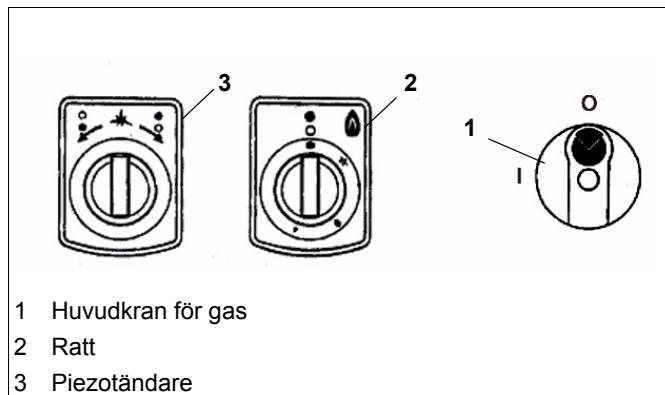

Fig.9 Kontrollpanel
- ⇒ Öppna vattenkranen (4/Fig.9) tills tråget är fullt.
- ⇒ Tryck in ratten (2/Fig.9) helt.
- ⇒ Tryck in ratten (2/Fig.9) helt och håll den så.
- ⇒ Tänd samtidigt gasen som kommer ut ur tändlågans brännare med piezotändaren. Brännaren tänds genom att vrida ratten (3) med- eller moturs.
- ⇒ Tryck in ratten (2/Fig.9) lite och vrid den moturs från tändning av tändlåga (★) till högsta inställning (▲). Den högsta inställningen (▲) är lika med maximal brännergieffekt..
- ⇒ Tryck in ratten (2/Fig.9) helt och vrid den moturs från den högsta inställningen (▲) till den lägsta inställningen (●). Lågan blir därvid mindre och mindre. Huvudbrännaren har minsta effekt med låg inställning (●).
- ⇒ För att gå tillbaka från låg inställning (●) till hög inställning (▲), tryck in ratten (VB, HB / Fig.9) helt och vrid den medurs.
Ratten (2/ Fig.9) har fyra huvudinställningar:
- ⇒ Vrid ratten (2/Fig.9) till den högsta inställningen (▲).
- ⇒ Ställ in en koktemperatur med reglaget (2/Fig.9), som är lämplig för den kvantitet och kvalitet av mat som skall kokas.
- ⇒ Vrid tillbaka ratten (2/Fig.9) medurs från den höga inställningen (▲) till tändning av tändlåga (★). Gasförsörjningen till huvudbrännaren stoppas och lågan släcks. Tändlågans låga fortsätter att brinna och kan användas för ny tändning av huvudbrännaren.
- ⇒ Tryck in knappen (2/Fig.9) lite och vrid den medurs från tändning av tändlåga till Av. All gasförsörjning stängs av och tändlågan släcks.
- ⇒ Stäng av huvudbrännare och tändlåga (2/Fig.9).
- ⇒ Stäng huvudkranen för gas (1 / Fig.9). Vid användning av flytande gas, stäng även flaskans eller tankens ventil.